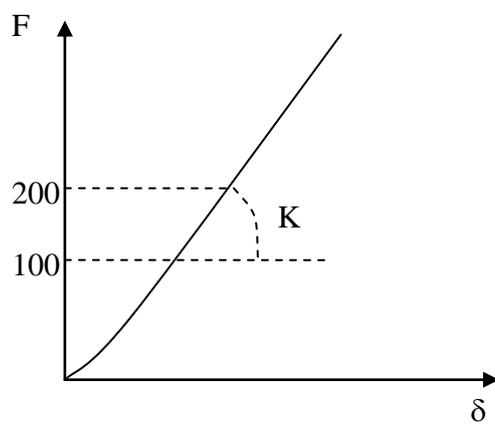

Fig. 3: Curva carico spostamento con rigidità flessionale K
6. Il componente migliore sarà quello con più alto rapporto K/P in cui K è la rigidità flessionale espressa in N/mm e P è il peso del componente espresso in kg. La rigidità K verrà valutata come pendenza della curva carico spostamento (Fig. 3). In caso di curva non lineare verrà fittata una linea di tendenza fra i carichi di 100 N e 200 N.